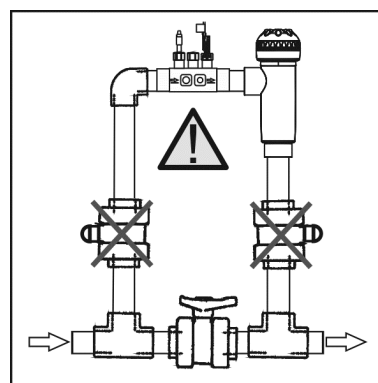

Fig. 4
1. Colocar o colarinho fornecido a um lanço da tubagem situado na entrada da célula de electrólise. O colarinho deve ser colocado sempre na posição horizontal no solo (ver Fig. 4).
1. Colar o porta-sensores fornecido a um lanço da tubagem situado na entrada da célula de electrólise. O porta-sensores deve ser colocado sempre na posição horizontal no solo (ver Fig. 4), de modo que as entradas rosqueadas (1/2" - 3/8") continuem acessíveis para a instalação posterior do injetor da bomba de dosagem e o eléctrodo de terra (facultativo)